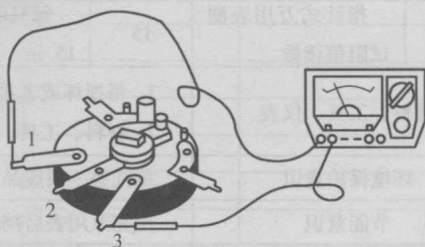

图 1-1-10 测量电位器的标称阻值
2) 再用万用表电阻挡测量电位器两端焊片（图 1-1-10 中 1、3 端），其阻值应与标称值相同。